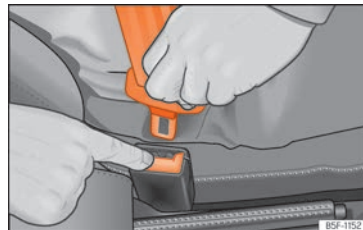

Fig. 11 Relâcher la languette du boîtier de verrouillage la fermeture de la ceinture.
- Appuyez sur la touche rouge sur le boîtier de verrouillage » » » fig. 11. Le pêne sera expulsé du boîtier de verrouillage.